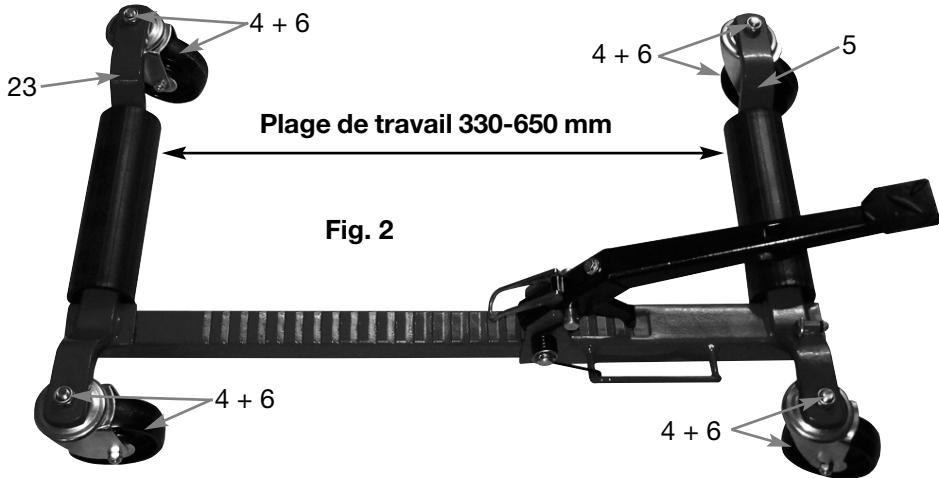

Fig. 2
3. Écartez suffisamment les assemblages des pieds de base pour qu'ils chevauchent le pneu (**Fig. 2**).